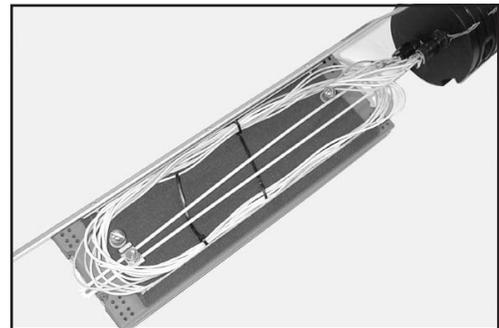

Figura 57
17.3 Gire todas las bandejas acomodando los tubos “loose” por debajo del soporte de la bandeja (Figura 57).